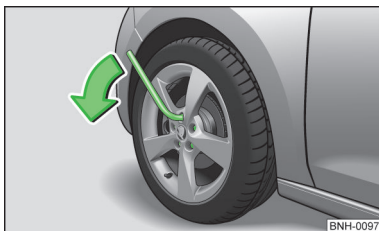

Fig. 129
- Prindeți cu mâna capătul cheii și rotiți șurubul aproximativ o rotație în sensul săgeții » fig. 129.
- Prindeți cheia de capăt și rotiți șurubul în sens opus săgeții » fig. 129, până când se strânge ferm.